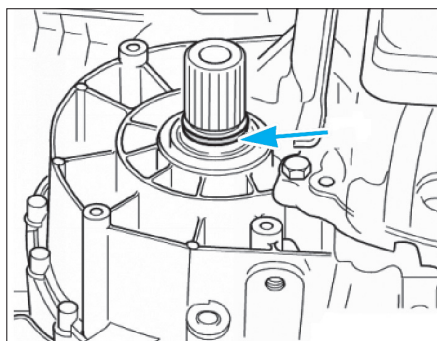

Fig. 5
- Avec boîte DSG, côté droit, remplacer le joint sur l'arbre à bride (Fig.5).